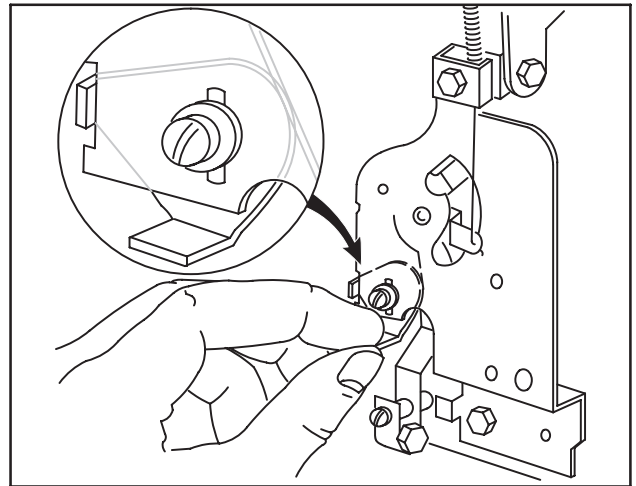

Fig. 66
2. Desserrer la butée de ralenti régulé et l'amener contre le levier de commande à distance, Fig. 66.